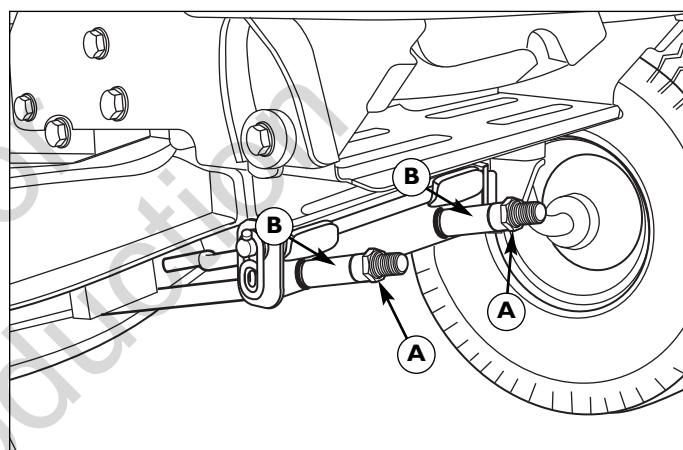

Figura 40. Nivelación del cortacésped de adelante hacia atrás
8. Al subir la parte delantera de la plataforma del cortacésped, apriete las contratuercas (A, Figura 40) y los espaciadores opuestos (B). Para bajar la parte delantera de la plataforma del cortacésped, suelte las contratuercas (A). Éstas deben girarse de forma uniforme en ambos lados a fin de mantener nivelada la plataforma.
9. Vuelva a revisar la medida de la cuchilla y apriete la tuerca delantera (B) contra el soporte para asegurarla.